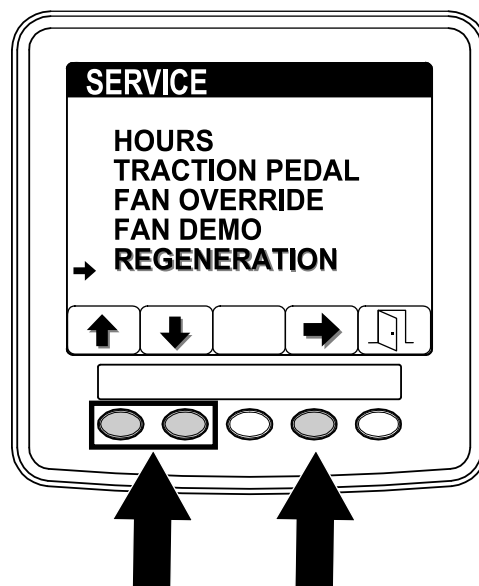

Рисунок 50
2. В меню SERVICE (Техобслуживание) нажмите кнопку 1 или 2, чтобы перейти к опции REGENERATION (Регенерация), и нажмите кнопку 4, чтобы выбрать позицию REGENERATION (Регенерация) (Рисунок 50).